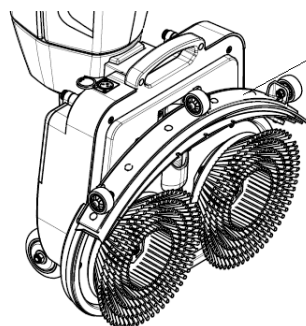

Рис.6.
5. Установите рапель (скребок). Сначала соедините всасывающий шланг с патрубком ракели. Совместите отверстия ракели с направляющими болтами и вдвиньте до упора. (Рис.6)